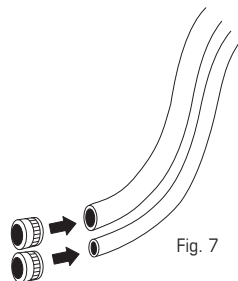

Fig. 7
- Con las roscas hacia afuera, **empuje** la tuerca grande sobre el tubo grande y la tuerca pequeña sobre el tubo pequeño de la manguera (Fig. 7).